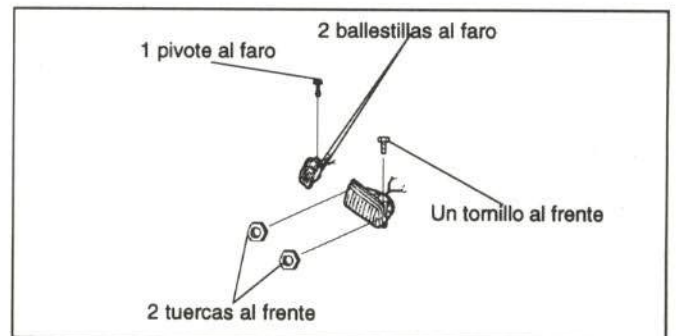

Figura 13.- Fijación del faro y piloto
- Pilotos y faros delanteros (figura 13)
- Pilotos delanteros (figura 13)
- Piloto delantero (figura 13)